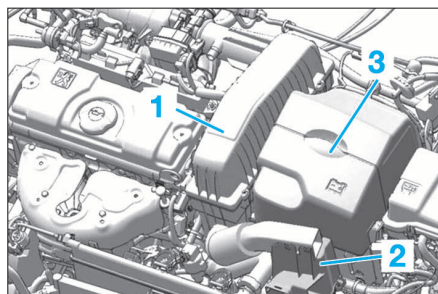

FIG. 1
- le filtre à air (1) (Fig.1).